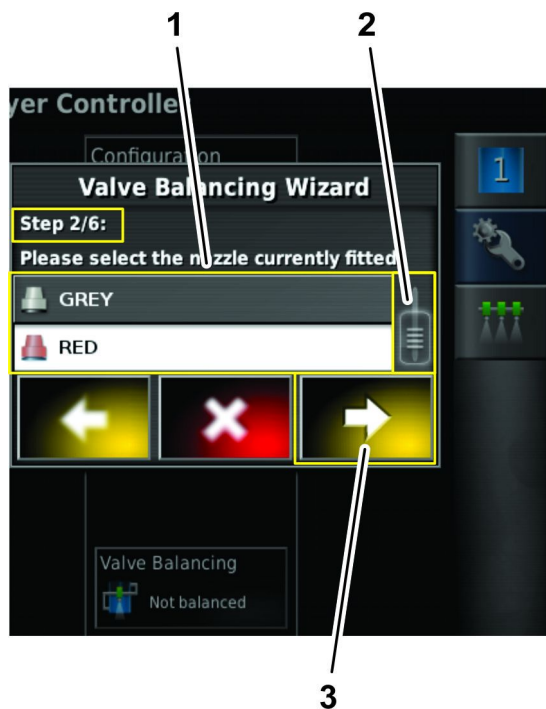

Figura 135
2. Na etapa 2 do assistente de equilíbrio de válvulas, arraste a barra de deslocação até aparecer o bico a ser configurado e, em seguida, pressione o ícone Bico na lista (Figura 135).
3. Pressione o ícone Avançar (Figura 135).